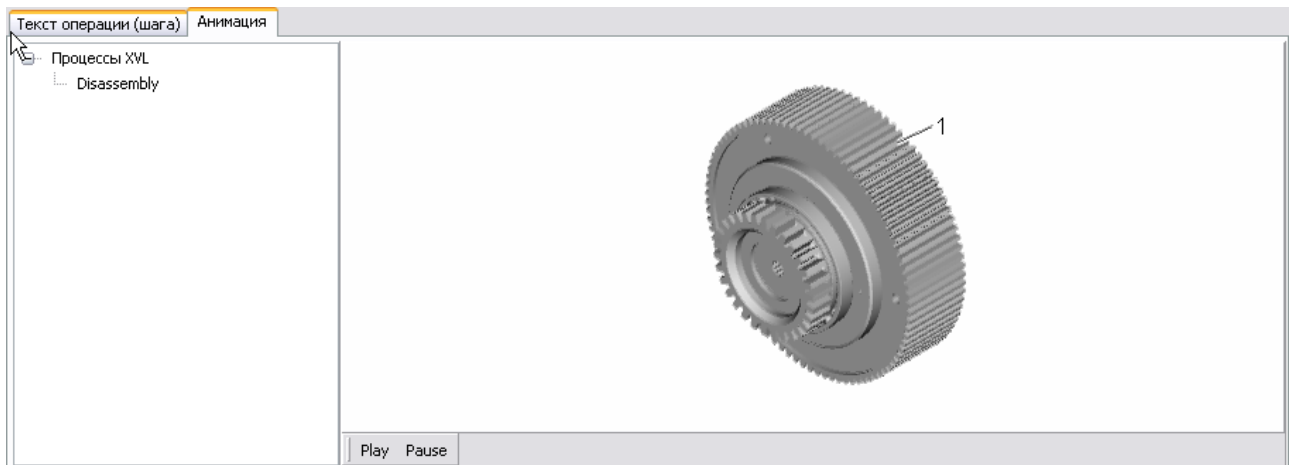

Рис. 7.61
4. В окне **Открыть** выберите файл формата «xv2» и откройте его. На вкладке «Анимация» появится вставленная модель и ее название в дереве процессов XVL (Рис. 7.61).